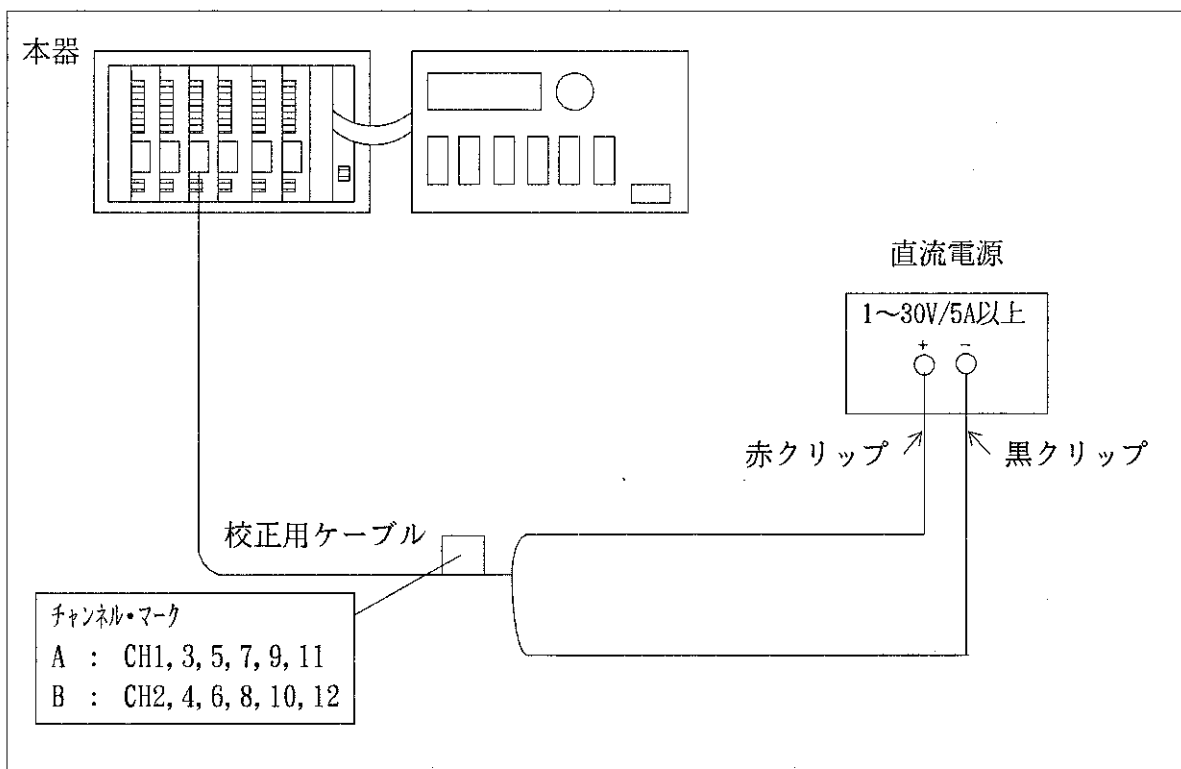

図11-12 定電力発生校正時の接続
- 2 校正を実施するチャンネルと標準器を [図11-12] に示すように接続します。
校正を実施するチャンネルと標準器を〔図11-12〕に示すように接続します。
- 1 校正を実施するチャンネルと標準器を [図11-12] に示すように接続します。